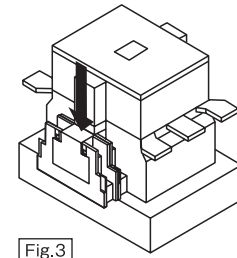
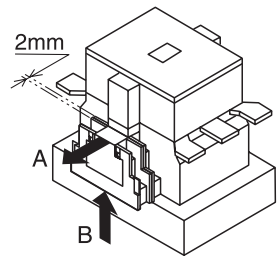

Fig.3
Fig.4
- ・補助接点ユニットを本体の補助接点ユニットと同じ位置まで押し込んでください。(Fig.3)
- (2) 取外し
- ・補助接点ユニットを矢印Aの方向に引っ張り2mm程度の隙間をあけた状態で、矢印Bの方向に引き抜いてください。(Fig.4)
- ・ Put the auxiliary contact unit into the end of grooves. (Fig.3)
- (2) Remover
- ・ While making about 2mm space between the auxiliary contact unit and the contactor by pulling the auxiliary contact unit in the direction of the arrow A, remove the auxiliary contact unit in the direction of the arrow B. (Fig.4)
- ・ 请将辅助触头单元推压到与主机的辅助触头单元完全相同的位置上。(Fig.3)
- (2) 拆卸
- ・ 请将辅助触头单元朝箭头A方向拉开2mm左右的间隙后，在此状态下，沿箭头B方向将其抽拔出来。(Fig.4)